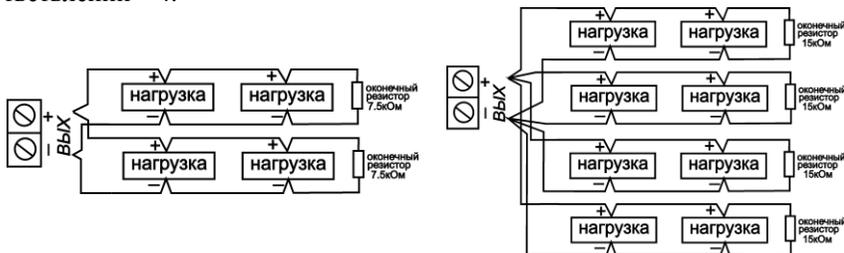

Рис.10 – Подключение нагрузки к контролируемым выходам
3. Допускается разводка контролируемых выходов звездой. Значение окончных резисторов определяется числом ответвлений. При двух лучах окончные сопротивления по 7,5 кОм, при четырех - по 15 кОм (рис.10). Максимальное число ответвлений – 4.